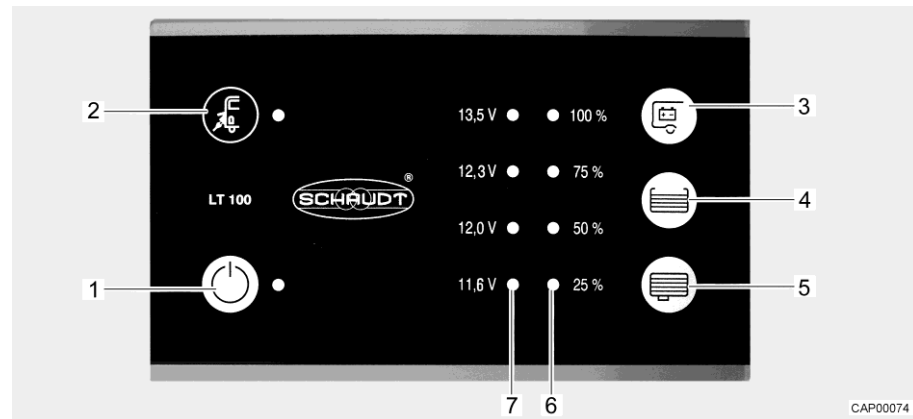

Fig. 41 Panel (LT 100)
El LED amarillo en el símbolo de conexión a la red "⚡" (Fig. 41,2) estará iluminado mientras que el vehículo esté conectado a una alimentación de red externa. Entonces, el LED también estará iluminado al estar el panel desconectado.
El interruptor principal de 12 V (Fig. 41,1) conecta y desconecta el panel y la alimentación de 12 V del habitáculo.
- Pulsar el interruptor "⏻" (Fig. 41,1): La alimentación de 12 V del habitáculo está conectada. El LED está iluminado de color verde.
- Volver a pulsar el interruptor "⏻" (Fig. 41,1): La alimentación de 12 V del habitáculo está desconectada. El LED se apaga.
La serie de LED (Fig. 41,7) indicará la tensión de batería de la batería del habitáculo del modo siguiente:
- Pulsar la tecla "E" (Fig. 41,3): Indica la tensión de la batería del habitáculo.
La serie de LED (Fig. 41,6) indicará el nivel de llenado del depósito de agua potable o del depósito de aguas residuales.
Indicar el nivel de llenado: Pulsar la tecla "☰" (Fig. 41,4): Los LED iluminados indicarán el nivel de llenado del depósito de agua potable.
Pulsar la tecla "☷" (Fig. 41,5): Los LED iluminados indicarán el nivel de llenado del depósito de aguas residuales.